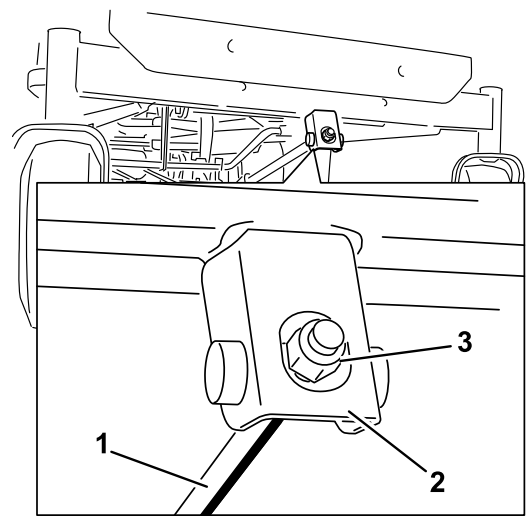

Figure 57
6. Pour régler l'inclinaison avant/arrière des lames, tournez l'écrou de réglage à l'avant du plateau de coupe (Figure 57).